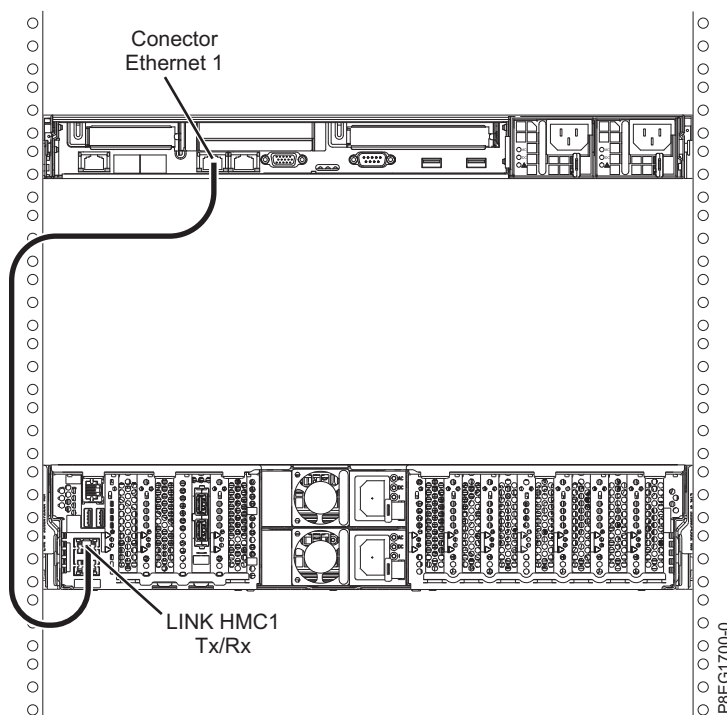

Figura 17. Conectando o HMC para o sistema gerenciado
1. ConsulteSe você deseja conectar diretamente o seu HMC ao sistema gerenciado, conecte o **Conector Ethernet 1** no HMC à porta **HMC1** no sistema gerenciado. Figura 17.